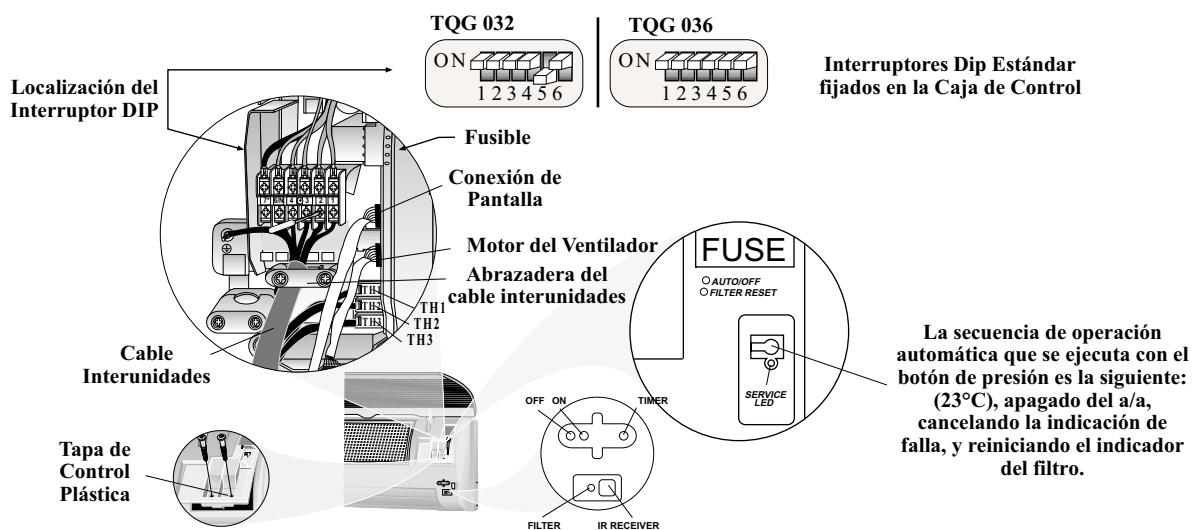

Fig. 10
- Quite los dos tornillos de la tapa. Ver Fig. 10.
- Use un destornillador para insertar los extremos de los alambres de la almohadilla del soporte (7 mm) en el bloque de la terminal, como se ve en la Fig. 10.
- Cierre la tapa de control Plástica con dos tornillos. Ver Fig. 10.